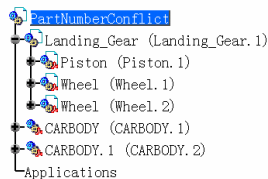

图 5-42
- Automatic rename (自动重命名): 单击 Automatic rename (自动重命名) 按钮，将零件编号更改为 CARBODY.1，如图 5-42 所示。